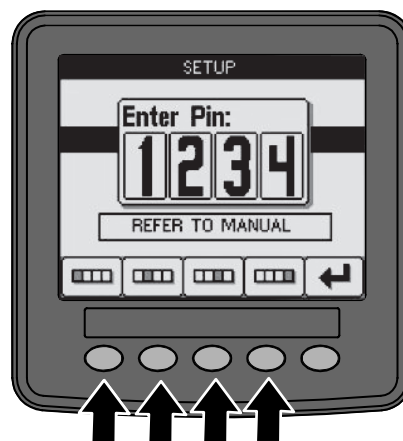

Figura 16
2. Premete i pulsanti come illustrato nella Figura 16 per inserire il vostro codice PIN.